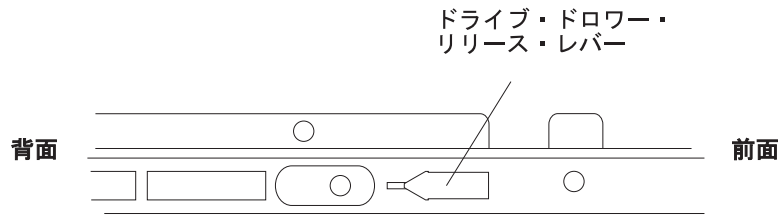

図 90. ドライブ・ドロワーの側面にあるドライブ・ドロワー・リリース・レバー
- d. ドライブ・ドロワーの両側面にあるドライブ・ドロワー・リリース・レバー (図 90 を参照) を手前にスライドさせ、ドライブ・ドロワーをエンクロージャーから取り外します。